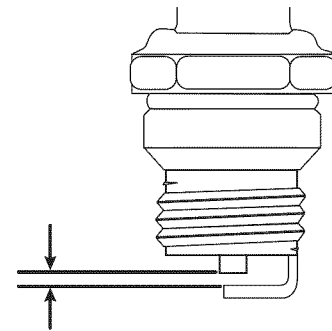

Fig. 20
4. Use un calibre de hoja para ajustar abertura de la bujía a **0.025 pulgadas (0.635 mm)** (Fig. 20).